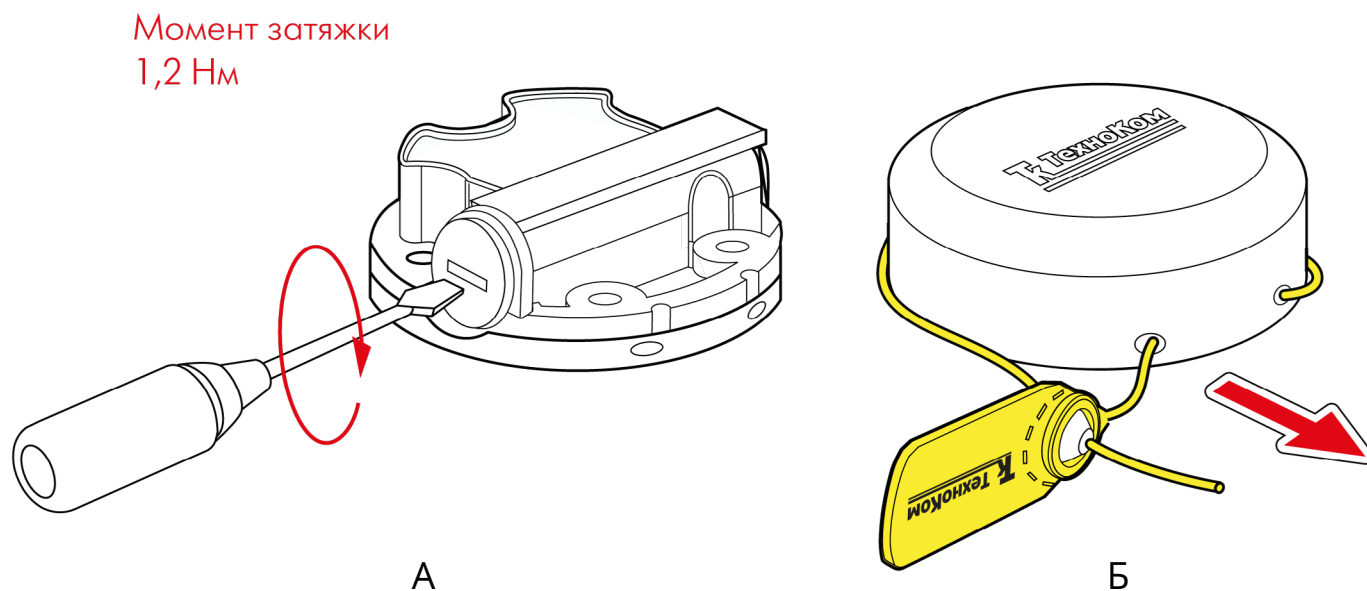

Рис.42. Окончание замены батареи.
5. Закрутить резьбовую заглушку с моментом затяжки 1,2 Нм (Рис.42, А).
7. Установить на корпус защитную крышку и новую пластиковую пломбу ФАСТ 330 (Рис.42, Б).